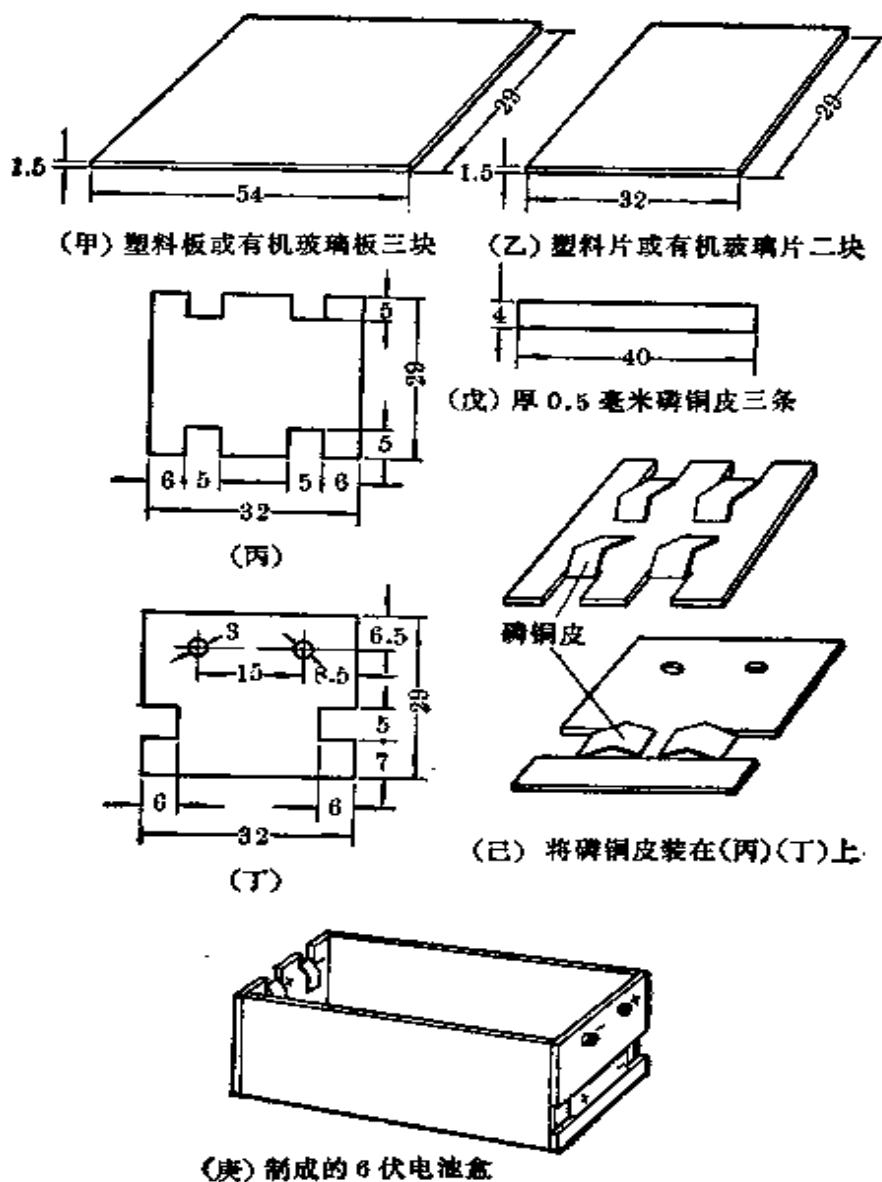

图 5-6
4. 电池夹 本机电源电压为 6 伏,用 4 节 5 号干电池。装 4 节 5 号电池的电池夹市场上有成品出售,也可以自制。制作方法见图 5-6。用 1.5 毫米厚的塑料板或有机玻璃板,按图 5-6(甲)尺寸锯下同样的三块;按图 5-6(乙)锯下两块,一块加工成图 5-6(丙)样子,另一块加工成图 5-6(丁)样子。再取约 0.5 毫米厚的磷铜皮,按图 5-6(戊)剪下三条,分别装到(丙)、(丁)两块上使成图 5-6(己)的样子。最后用胶合剂(塑料板用万能胶,有机玻璃用氯仿或香蕉水)胶成图 5-6(庚)形状。胶牢以后,按图 5-6(庚)所示的位置旋上两个直径为 3 毫米,长约 5 毫米的螺钉。各个接点分别标上“+”、“-”符号。各磷铜片的弯度都要调整好,使每节电池装入后都能接触良好。